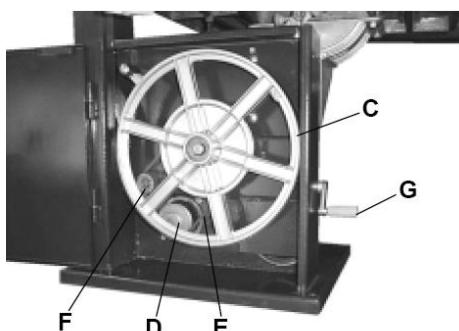

Рис. 24
### Нижній шків (C) Рис. 24.
- Один шків знаходитьться на проміжній осі, а інший – на осі двигуна (D) (рис. 24).
- «V»-подібний ремінь (E) (Рис. 24) проходить через шків на проміжній осі, через шків на осі двигуна та через плаский натяжний ролик (F) (Рис. 24). Натягнення ременю здійснюється за допомогою рукоятки (G) (Рис. 24).